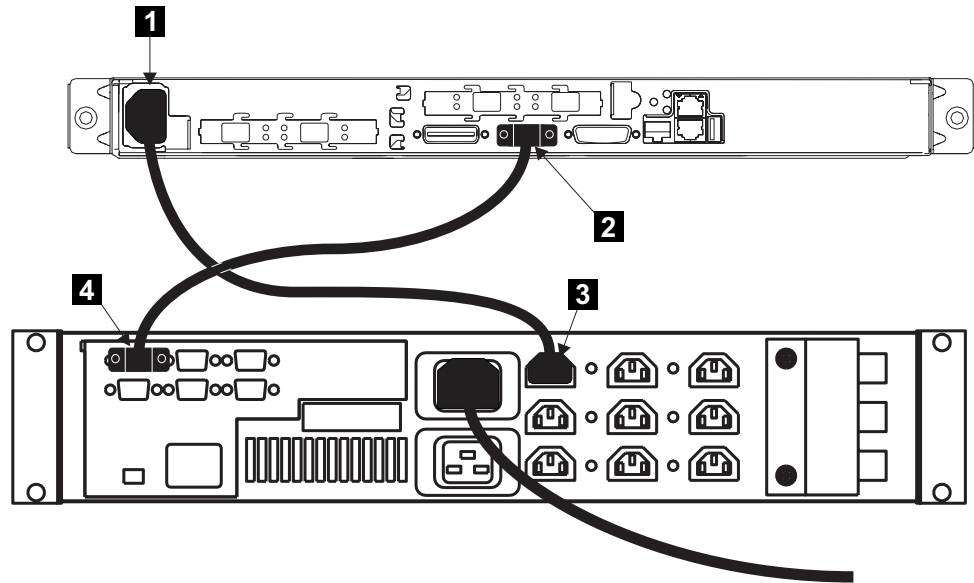

図 50. SAN ボリューム・コントローラー 2145-4F2 の電源ケーブルを 2145 UPS に接続します。
1. SAN ボリューム・コントローラー 2145-4F2 の背面で、電源ケーブルを電源コネクタ **1** に差し込みます。図 50 を参照してください。